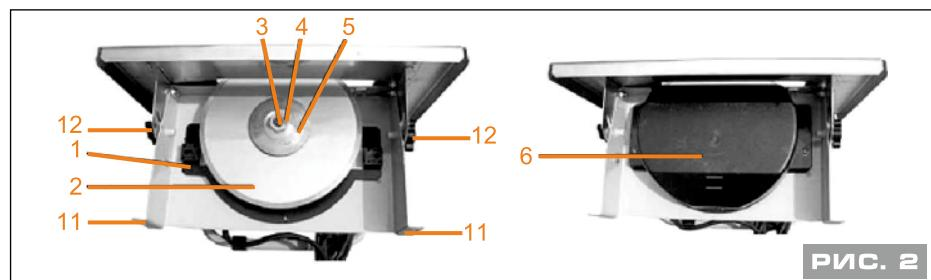
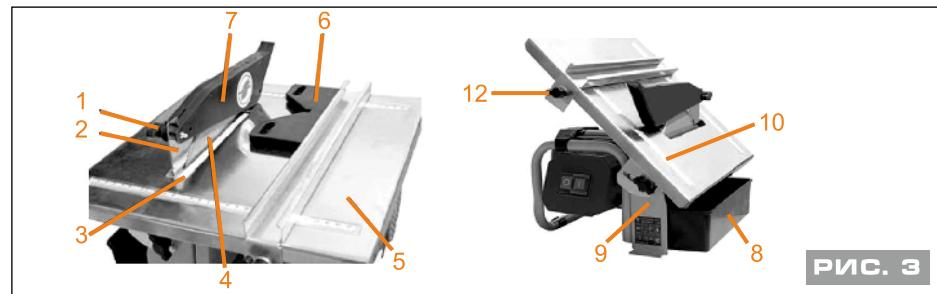

РИС. 2
РИС. 3
1. Установите плиткорез на ровной горизонтальной поверхности стола и зафиксируйте с помощью крепёжных отверстий 11 (рис. 2).
2. Установите и закрепите вставку диска 1 (рис. 2).
3. Зафиксируйте гаечным ключом шпиндель 3 (рис. 2), а вторым ключом открутите гайку 4 (рис. 2) и снимите фланец 5 (рис. 2).
4. Установите отрезной диск 2 (рис. 2), затем установите фланец 5 (рис. 2), удерживая ключом шпиндель плиткореза 3 (рис. 2) затяните гайку 3 (рис. 2). Проверьте фиксацию.
5. После монтажа диска установите и закрепите нижний защитный кожух 6 (рис. 2).
7. Как показано на рис. 3 на рабочем столе 5 установите и закрепите двумя винтами 3 расклинивающий нож 2.
9. Между основанием 9 (рис. 3) и защитным кожухом 6 (рис. 2) установите поддон 8 (рис. 3). В поддон 8 (рис. 3) налейте воды для охлаждения отрезного диска. Следите за уровнем воды по фаскам на защитном кожухе 6 (рис. 2).
3. Как показано на рис. 3 рабочий стол 5 переведите в наклонное положение. Угол резания можно выставить по шкале 10.
2. Ослабьте фиксацию двух винтов крепления 12 (рис. 3) параллельного упора 9 (рис. 3) с обеих сторон. Затем установите параллельный упор по шкале 10 (рис. 3) на рабочем столе 5 (рис. 3) в необходимое положение и надёжно зафиксируйте винтами крепления. Параллельный упор можно устанавливать с левой или с правой стороны.
Угловой упор 6 (рис. 3) используется для резания заготовки по диагонали.